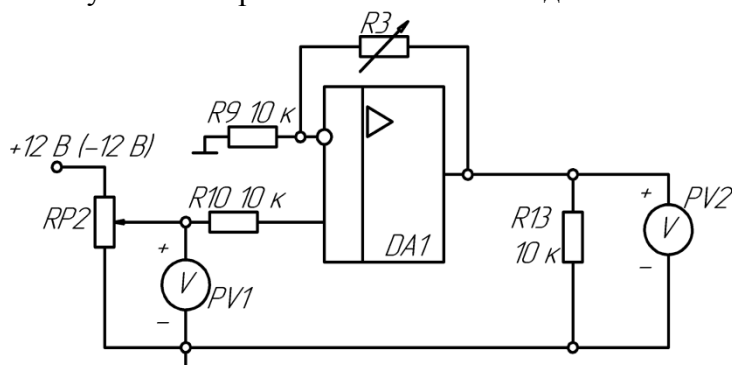

Рисунок 26 - Схема неинвертирующего усилителя
3) Собрать схему согласно рис. 26. Установить заданное значение RP3=20К.